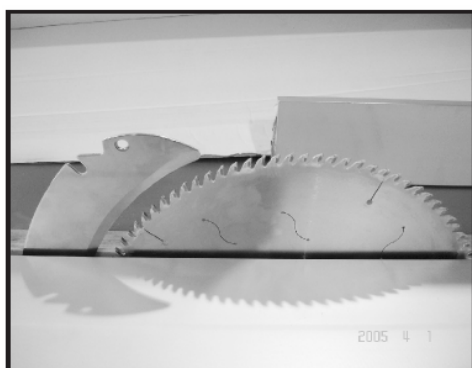

Fig. 52
4. Сдвиньте передний конец подвижной каретки таким образом, чтобы он установился вровень с центром основного пильного полотна (см. рис. 52).